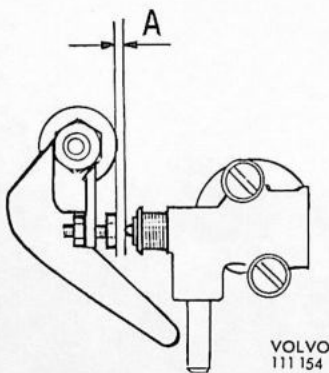

Fig. 17. Afstelling van de warme startklep
8. Stel de warme startklep af. Met de bedieningsstangen (7, Fig. 9) in de onderste stand gedrukt, moet de afstand(A, Fig. 17) tussen bedieningsstang en stelschroef ongeveer 1.0 mm bedragen. (Kontroleer of de bedieningsstangen vrijelijk kunnen bewegen).